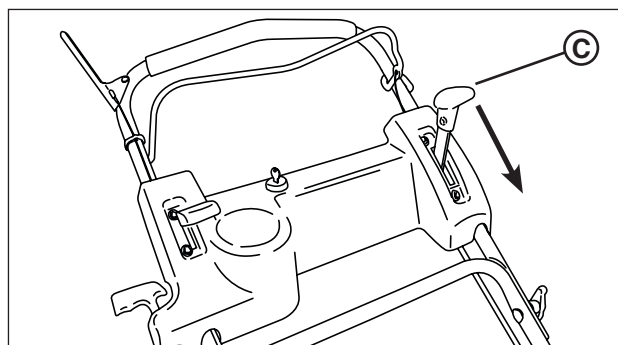

Figura 26: El control de velocidad de desplazamiento
1. Mueva el control de velocidad de desplazamiento (**A**, **Figura 26**) a la posición "rápido".